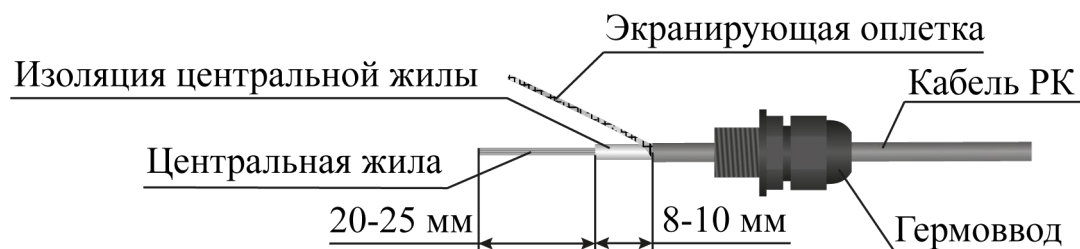

Рисунок 4.33
– на кабель РК надеть гермоввод, корпус муфты (рисунок 4.33);
– слегка затянуть накидную гайку гермоввода (рисунок 4.33);
– снять изоляцию центральной жилы, оставив 8 - 10 мм до края внешней изоляции (рисунок 4.33);
– обкусить центральную жилу, оставив 20 – 25 мм (рисунок 4.33)